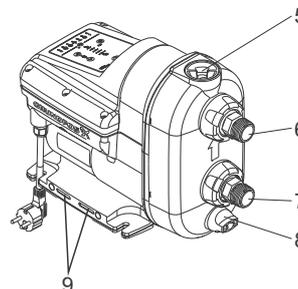

Fig. 20 Surpresseur SCALA2
5. Ouvrir progressivement la vis d'amorçage et la retirer. Voir fig. 20 (5).
6. Enlever le bouchon de purge pour vider le surpresseur. Voir fig. 20 (8).
7. Desserrer l'écrou-union en maintenant le raccord d'aspiration. Voir fig. 20 (7). Selon le type d'installation, il peut s'avérer nécessaire de retirer les tuyaux des raccords d'aspiration et de refoulement.
5. Ouvrir progressivement la vis d'amorçage et la retirer. Voir fig. 20 (5). Le bouchon et le clapet anti-retour sont solidaires.